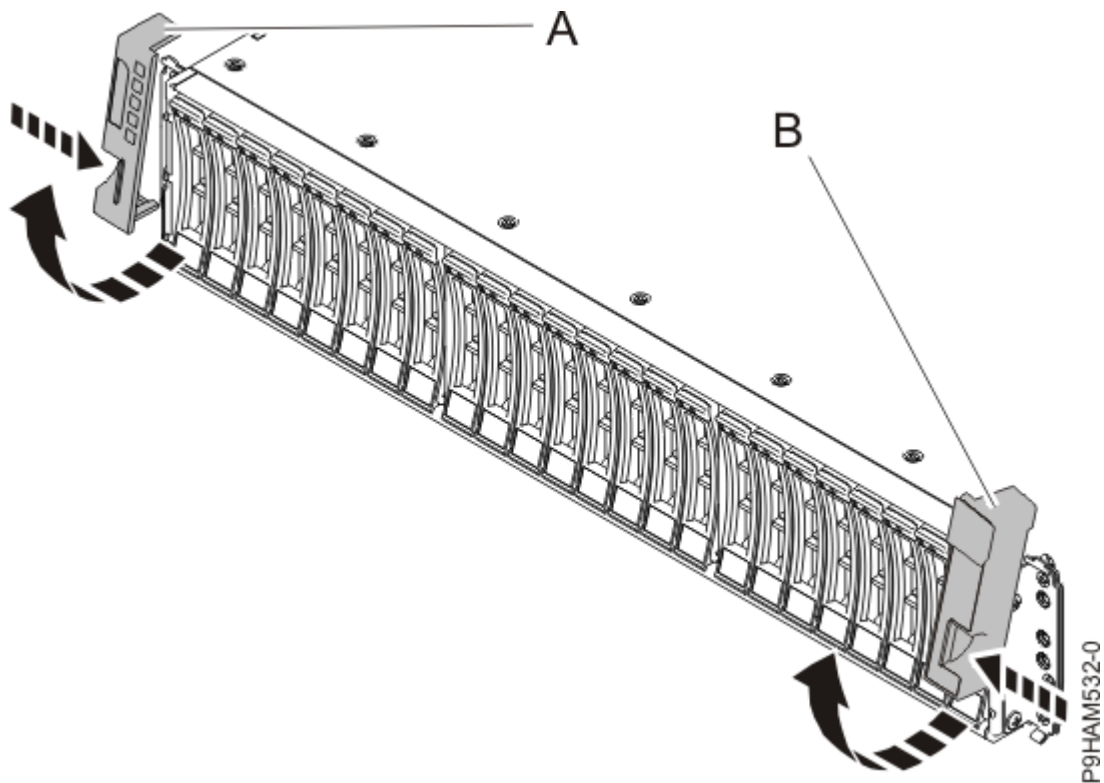

図 2. サイド・カバーの取り外し
3. ラックの前面で、左のサイド・カバー **(A)** と右のサイド・カバー **(B)** を取り外して、取り付け金具が見えるようにします。19 ページの図 2 に示すように、リリースをつまんでカバーを上方に回転させ、シャーシ・フランジから外します。